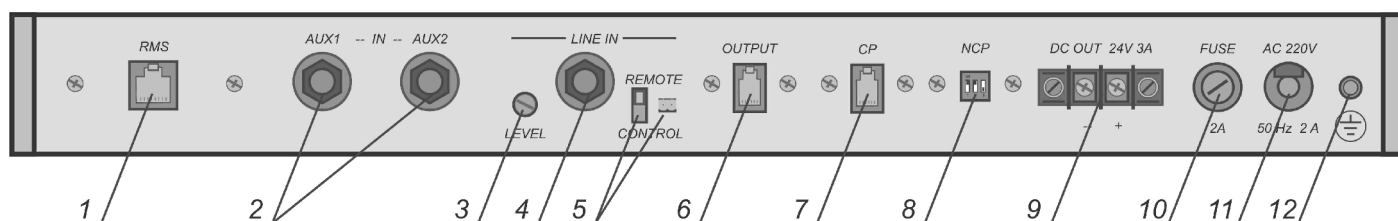

Рисунок 10 Попередній підсилювач трансляційний ППТ 01
9.2 Розміщення клем та гнізд на задній панелі попереднього підсилювача трансляційного та їх призначення наведено на рис. 10 та 11.
- 1÷8 Аналогічно до опису рис. 10;